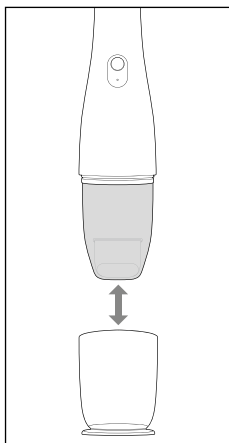

Fig. 4
1. Tenez l'appareil au niveau de la poignée **9** et retirez le capuchon de fermeture **1** de l'appareil (voir fig. 4).
5. Placez le capuchon de fermeture **1** sur l'appareil (voir fig. 4).